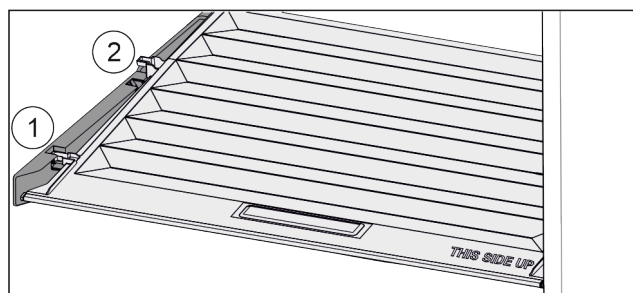

Fig. 67
- Vytáhněte víko dopředu až k otvoru v přídržných dílech Fig. 67 (1).
- Vzadu zespodu nadzvedněte a vyjměte směrem nahoru Fig. 67 (2).